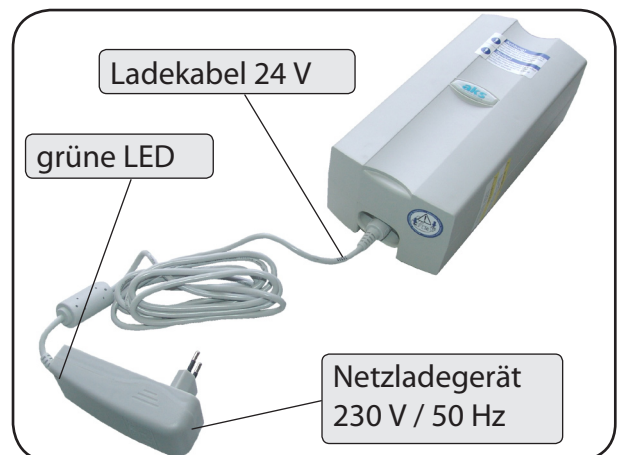

Abbildung 27
1. Trennen Sie den Akkupack von der Steuereinheit und legen Sie ihn wie in Abbildung 27 gezeigt auf eine feste Unterlage.
2. Verbinden Sie zuerst das Ladekabel des Netzladegerätes mit dem Akkupack (Abbildung 27). Stecken Sie erst danach das Netzladegerät in die Netzsteckdose mit 230 V / 50 Hz ein (Abbildung 27).
3. Überprüfen Sie den Ladezustand der Akkus am Netzladegerät, der durch eine grüne LED angezeigt wird (Abbildung 27):